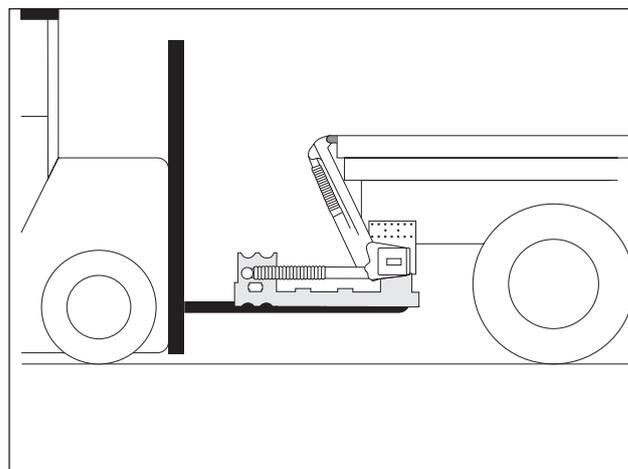

Figura 25. Utilice el embalaje del elevador y una carretilla
2. Atornillar o soldar por puntos el accesorio de montaje (nº de ref. 51724) en la barra trasera, de modo que cada punto central coincida. Véase la figura.
6. La estructura del elevador debe colocarse lo más alta posible dentro de las medidas C indicadas. Ajustar la estructura a la altura ideal debajo del chasis. Un gato de garaje es una herramienta útil. Utilice el embalaje del elevador y una carretilla, véase Figura 25.